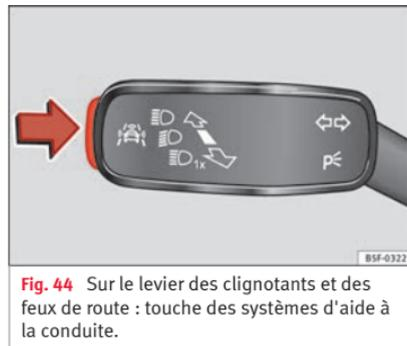

Fig. 44 Sur le levier des clignotants et des feux de route : touche des systèmes d'aide à la conduite.
- Appuyez brièvement sur la touche **» fig. 44** dans le sens de la flèche pour ouvrir le menu **Assistants**.